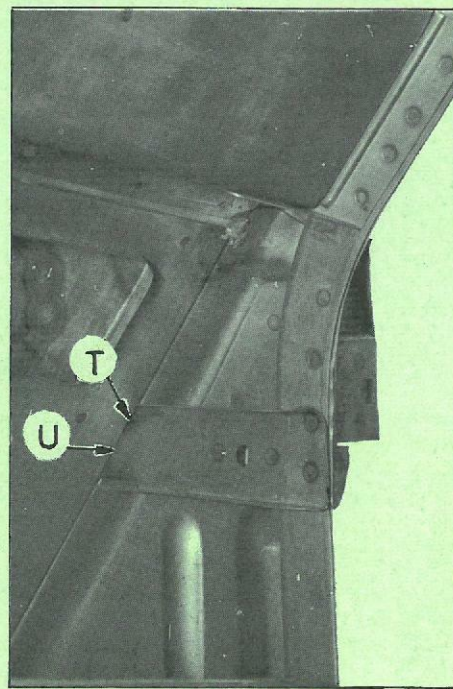

Fig. 5
- TU et symétriquement (fig. 5)